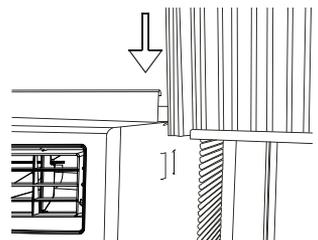

Figure 2
- b. Faites glisser la section "T" de l'extrémité libre du panneau directement dans l'armoire, comme indiqué à la figure 2. Faites glisser l'écran flexible vers le bas. Assurez-vous de laisser suffisamment d'espace pour glisser le bas et le haut du cadre sur les rails du cabinet.